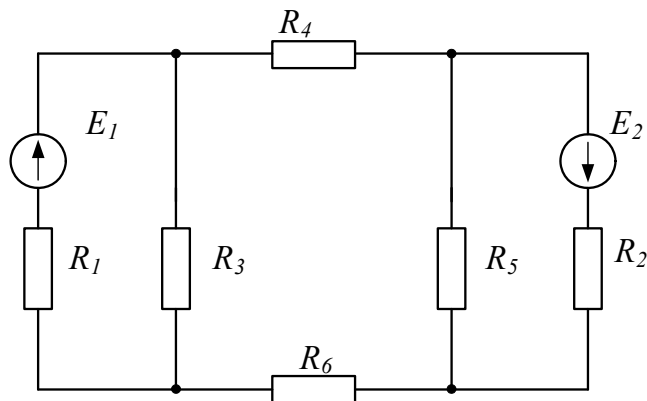

Рисунок 13
*Задача 8.* В цепи (рис.13) ЭДС источников питания равны  $E_1=120\text{В}$ ,  $E_2=114\text{В}$ , а сопротивления ветвей –  $R_1=0,1\text{Ом}$   $R_2=0,1\text{Ом}$   $R_3=1,5\text{Ом}$   $R_4=0,5\text{Ом}$